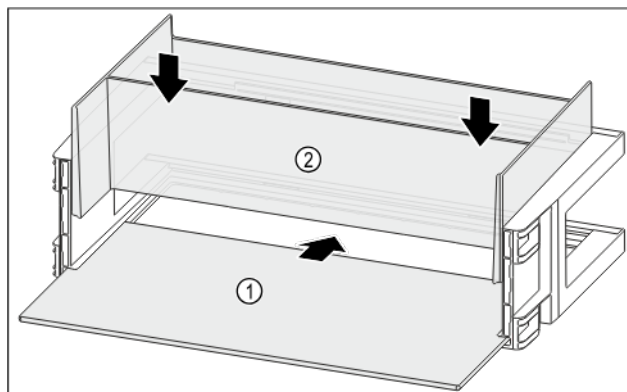

Fig. 135
- Wsunąć półkę Fig. 135 (1) w boczne wycięcia.
- Włożyć organizmer Fig. 135 (2).